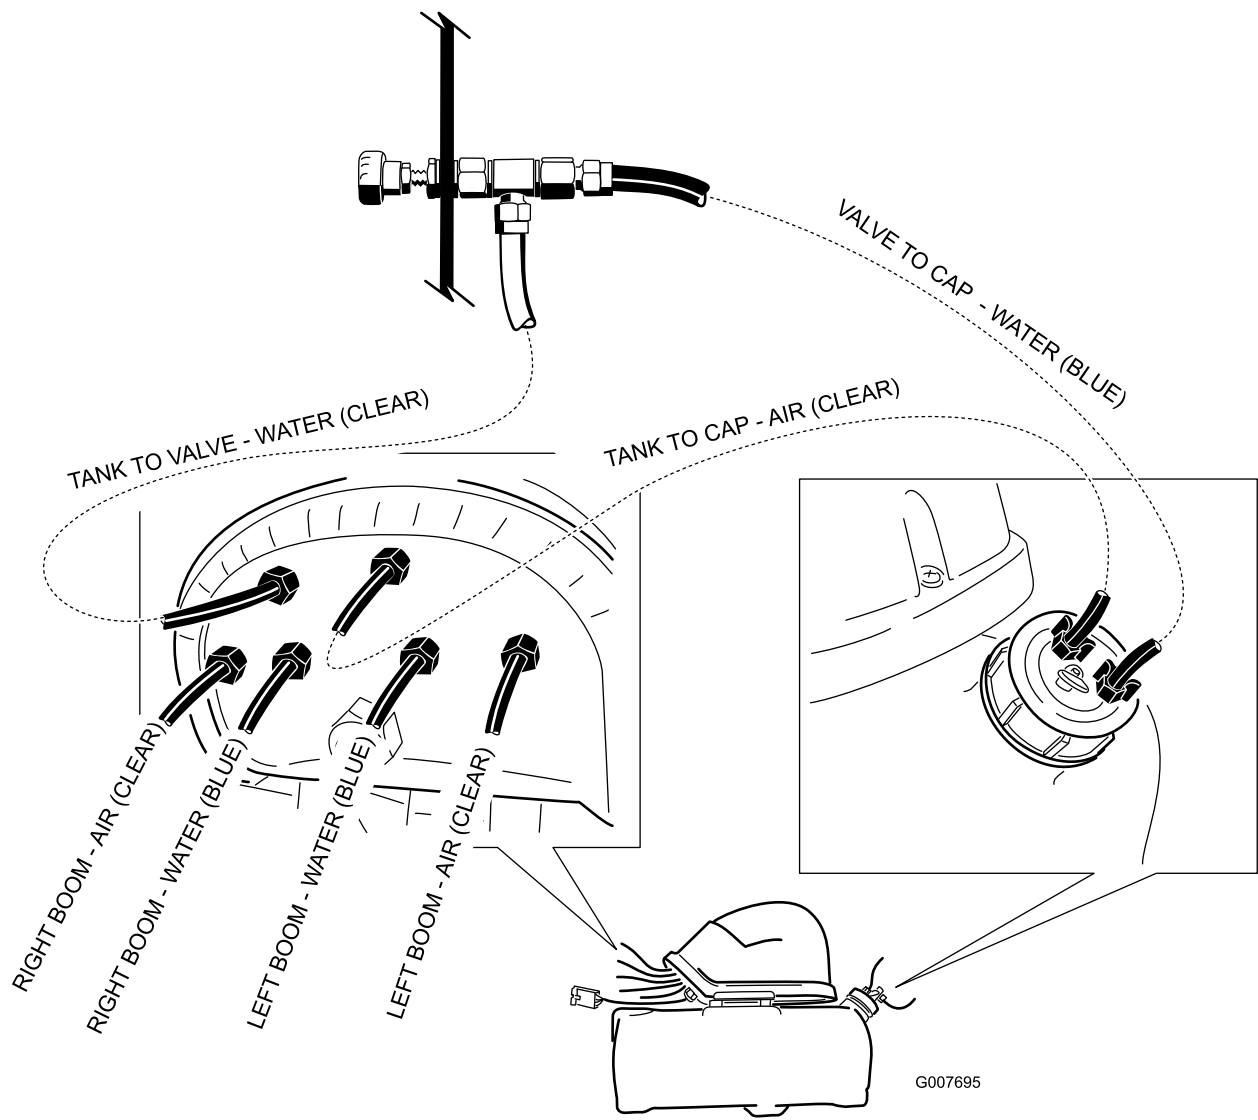

Figure 18
8. Le parcours final doit correspondre à l'illustration de la Figure 18.